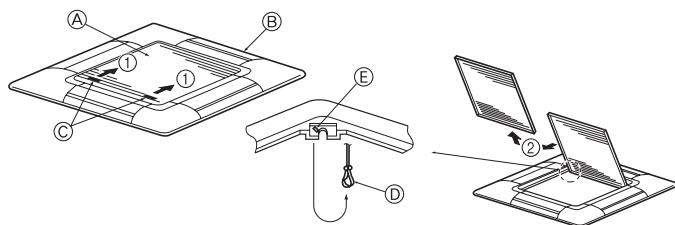
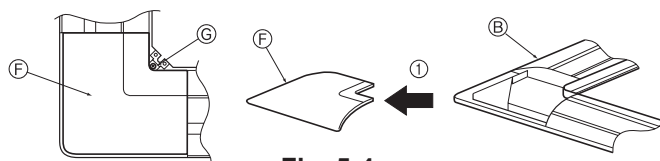

Fig. 5-3
Fig. 5-4
5.2.1. Remoção da grelha de admissão (Fig. 5-3)
- Deslize as alavancas na direcção indicada pela seta ① para abrir a grelha de admissão.
- Com a grelha de admissão na posição "aberta", retire a dobradiça da grelha de admissão da grelha tal como indicado pela seta ②.
5.2.2. Remoção do painel de canto (Fig. 5-4)
- Retire o parafuso do canto do painel de canto. Deslize o painel de canto tal como indicado pela seta ① para remover este painel.